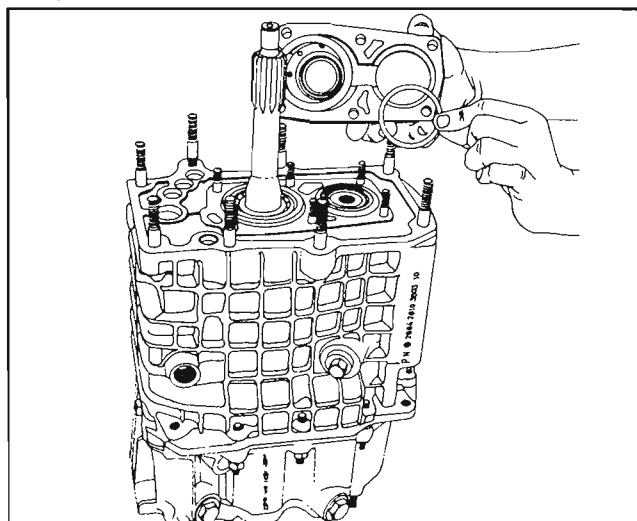

Fig. 11
Afloje las tuercas y quite el conjunto de la cubierta delantera de la caja de cambios (8). Saque los calces de ajuste de eje primario y del tren deplazable (10 y 70a) de la cubierta y guárdelos. *Fig. 11*